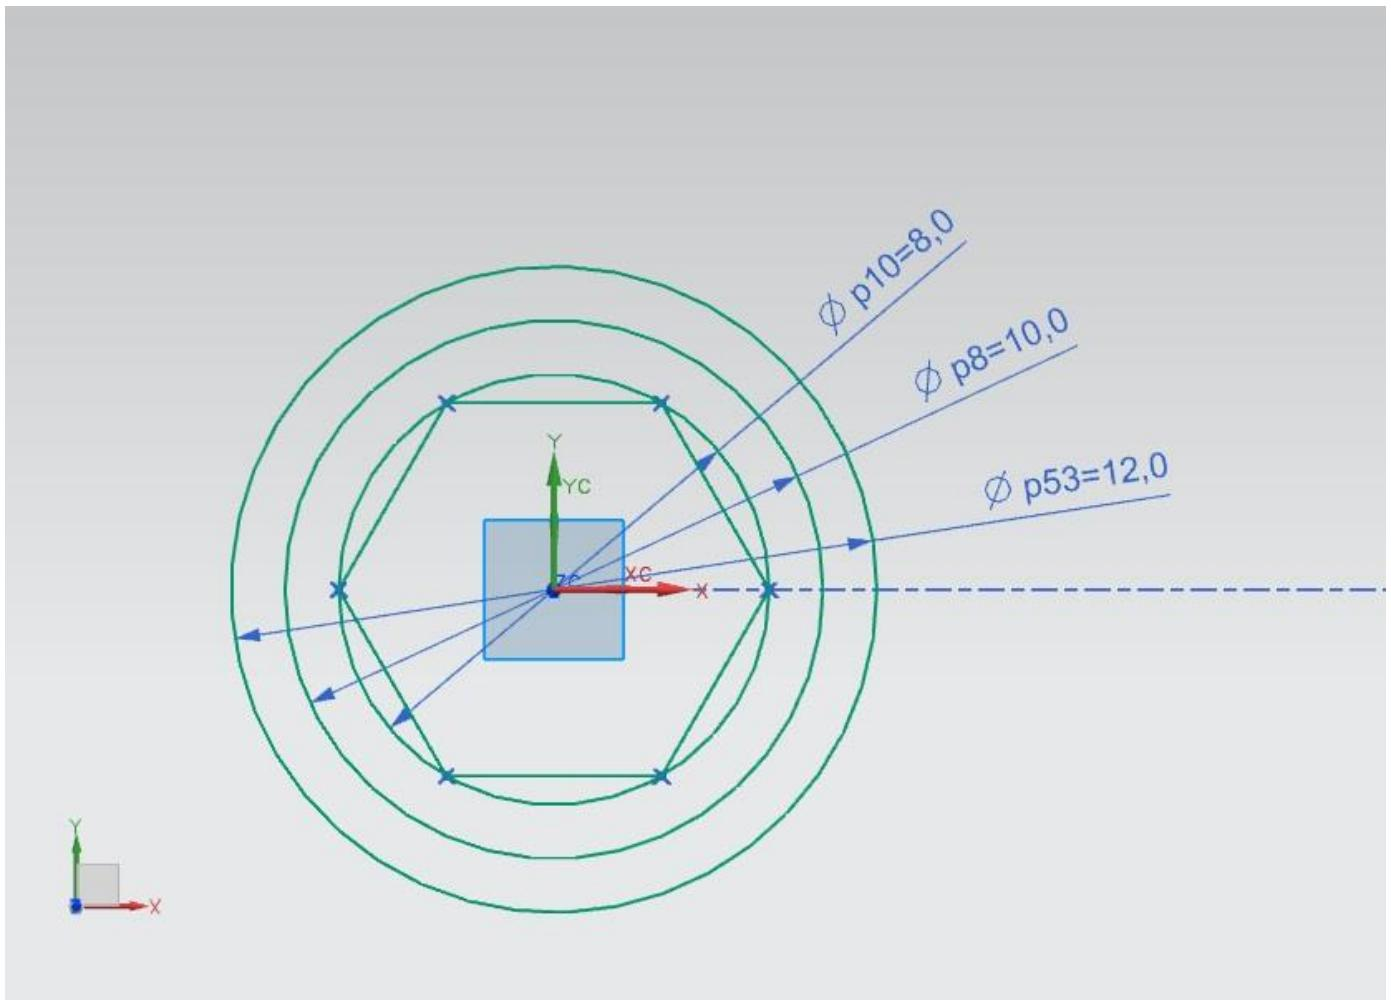
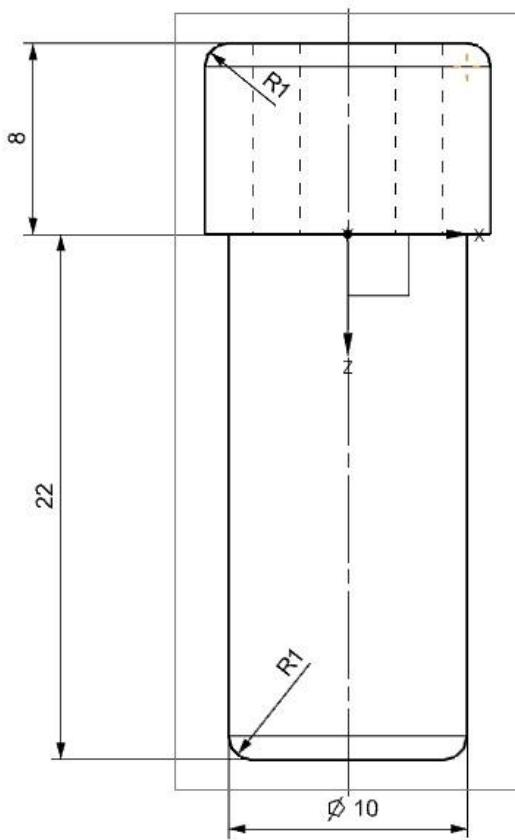

Рисунок 56 – Эскиз модели «Болт»
Рисунок 57 – Прозрачный вид модели «Болт»
8. Построить методом вытягивания модель «Болт», добавить скругления ребер (см. Рисунок 56 и Рисунок 57)